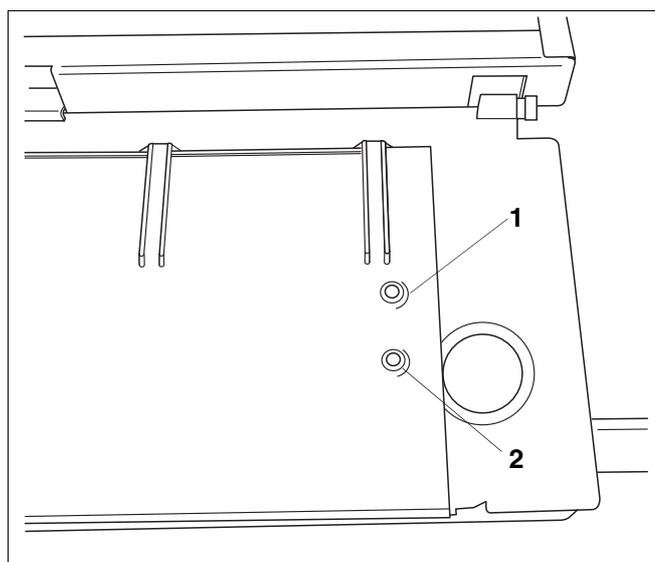

Fig. 21 Potenziometro per la taratura della potenza massima di riscaldamento
- Ruotare il potenziometro "Massima potenza termica" (fig. 21, pos. 2):
Legenda alla fig. 21: Potenziometro